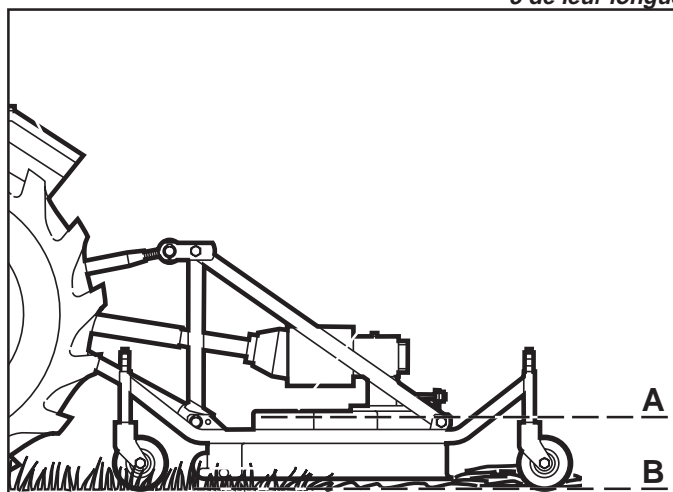

Fig. 7
- Collegare il terzo punto superiore con l'apposito tirante ed effettuare una corretta regolazione - perfettamente allineato con il terreno tramite la leva verificando che il piano della macchina (A Fig. 7) risulti parallelo al piano terra (B Fig. 7). Ciò è molto importante allo scopo di ottenere il parallelismo tra l'asse del tosaerba e quello della presa di forza del trattore. Operare in queste condizioni significa limitare le sollecitazioni sulla presa di forza e prolungare la durata sia dell'albero cardanico che della macchina.
- Check that the platform of the machine (A Fig. 7) is perfectly parallel to the ground (B Fig. 7). This is a very important adjustment carried out in order to obtain parallelism between the axis of the grass mower and that of the tractor PTO. Work in these conditions limits the stress to which the power take off is subjected and lengthens the life of both the driveline and the machine.*
- Den Oberlenker mit der Zugstange verbinden und eine korrekte Einstellung vollkommen parallel zum Gelände mit dem Hebel vornehmen, wobei zu prüfen ist, daß die Ebene der Maschine (A Abb. 7) ganz parallel zur Ebene des Geländes (B Abb. 7) steht. Das ist sehr wichtig, um eine Parallelität zwischen der Achse des Sicheljäähers und der Achse der Zapfwelle des Traktors zu erhalten. Wenn man unter diesen Voraussetzungen arbeitet, ist man sicher, die Belastungen der Zapfwelle zu minimieren und die Haltbarkeit der Gelenkwelle und der Maschine zu verlängern.
- *Atteler le troisième point supérieur avec le triant prévu et effectuer un réglage correct - parfaitement aligné avec le sol au moyen du levier en vérifiant que le plan de la machine (A Fig. 7) est parallèle au plan du sol (B Fig. 7).*
- Conectar el tercer punto superior con el correspondiente tirante y efectuar una correcta regulación, perfectamente alineado con el terreno mediante la palanca controlando que el plano de la máquina (A Fig. 7) resulte paralelo al plano tierra (B Fig. 7).